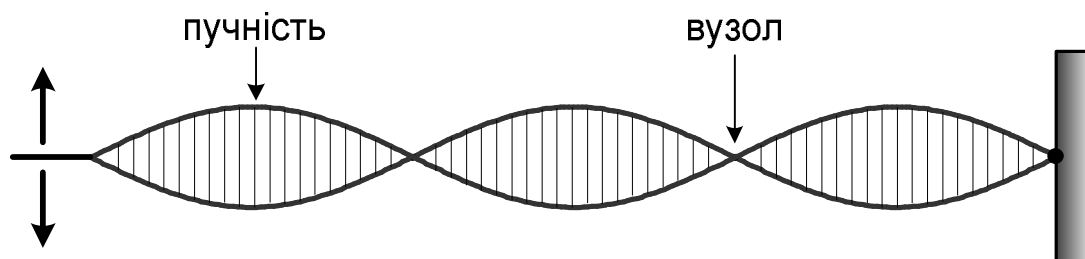

Рис. 1
3. Збуджуючи неперервно коливання кінця шнура, добийтесь утворення стоячої хвилі з вузлами і пучностями (рис. 1). Виконання демонстрації полегшується, якщо збуджувати коливання кінця шнура, обертаючи його по колу (на зразок дитячої гри в скакалки).